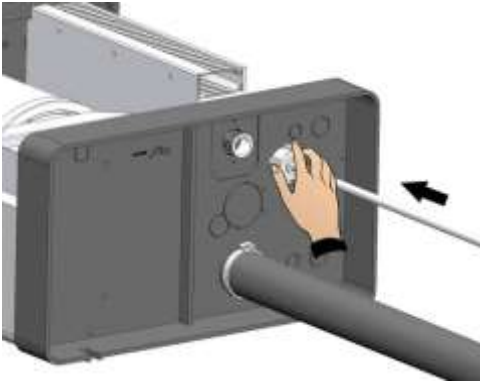

Fig. 11
7. Raccorder la conduite d'arrivée d'eau au raccord  $\frac{3}{4}$  gaz de l'électrovanne située sous l'humidificateur (figures 11 et 12).